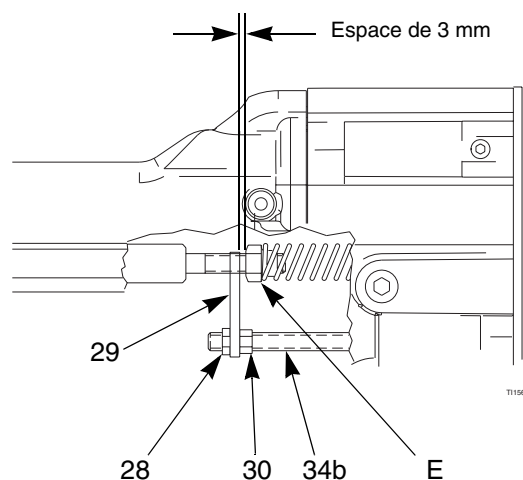

Fig. 29. Réglage de la tige de commande
2. Mettre les éléments en place de façon à laisser un espace d'environ 3 mm entre la tige de commande (29) et l'écrou de la tige de presse-étoupe produit (E) pour que l'air d'atomisation puisse agir avant le produit. Voir Fig. 29.
3. Serrer l'écrou de réglage (30) contre la tige de commande (29). Vérifier si l'espace est toujours de 3 mm. De plus, l'aiguille-électrode doit pouvoir effectuer une course de 3 à 4 mm quand le pistolet est actionné. Régler la position de l'écrou de blocage pour obtenir ces cotes.
5. Remonter le capotage (2) et le chapeau d'air (3), page 44.